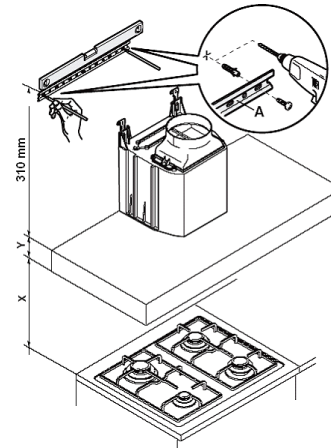

Fig. 1
Stap 1 (fig.1)
- De bevestigingsbeugel (A - Abb.1) op een bepaalde hoogte vanaf de kookplaat aan de muur houden, volgens de berekening $X+Y+310\text{mm}$.